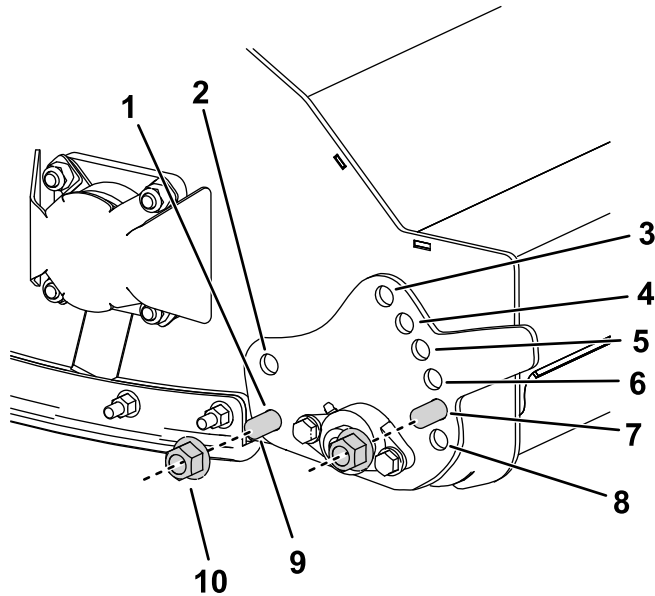

图 20
3. 要调整剪草高度调节板的位置请拆下固定调节板的螺母和螺栓图 20。